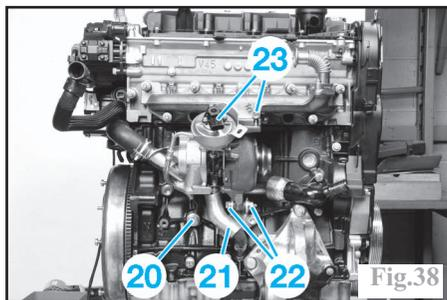

Fig.38
Déposer la vis (20) (Fig.38) de fixation du tuyau d'alimentation en huile.